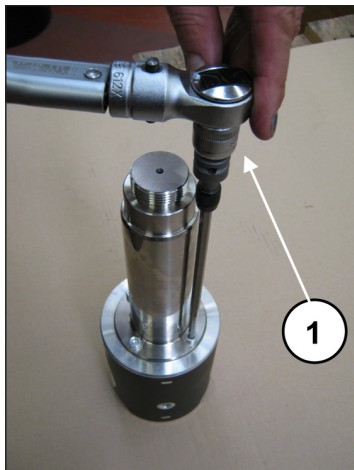

Fig. 50
Bloqueie a guia do pistão no gancho com ajuda de ferramenta adequada e proceda com a calibragem dos parafusos com chave dinamométrica (pos. ①, Fig. 50), conforme indicado no capítulo 3.